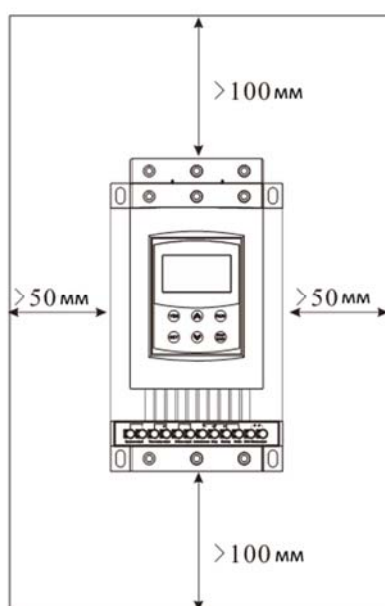

Рис. 3.1
- Размещение: для обеспечения хорошей вентиляции рекомендуется устанавливать устройство плавного пуска в вертикальном положении и убедиться, что устройство имеет достаточные отступы от стенок (См. Рис. 3.1, 3.2)